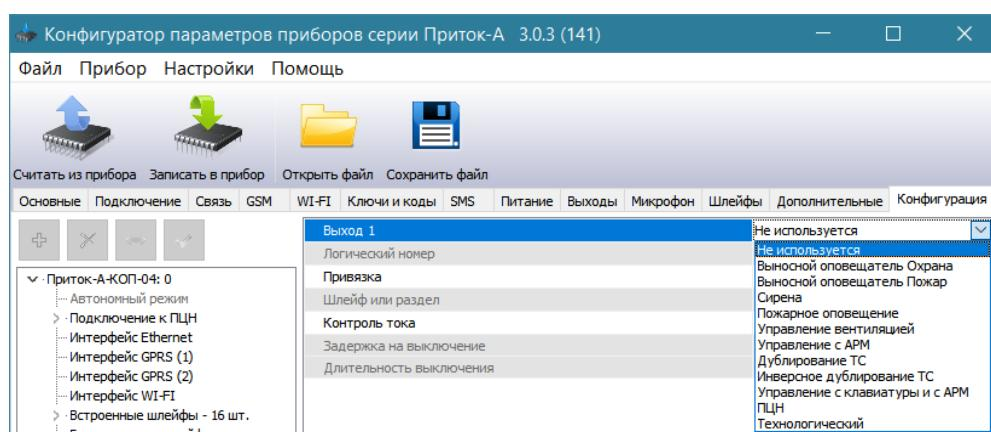

Рисунок 6
- Поле «**Выход x**» - тип объекта управления (см. рисунок 6 и таблицу 3).